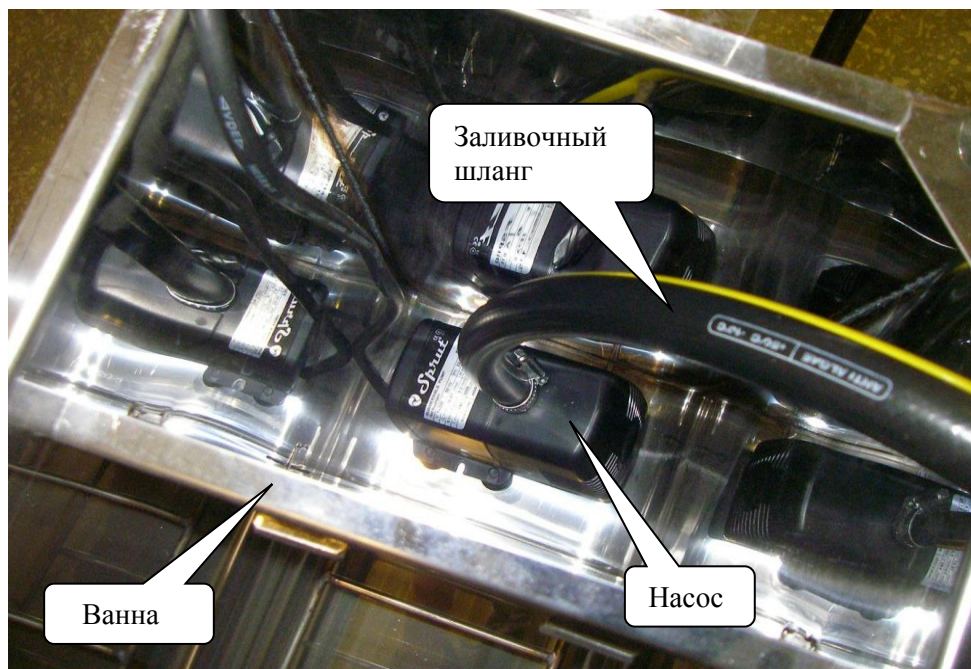

Рис. 7.2. Размещение насоса внутри ванны.
7.3.3 Насос установить в ванну и подключить к нему шланг с заливочным пистолетом. Заливочный пистолет разместить на подставке. Провод насоса со штепсельной вилкой включить в розетку «НАСОС», расположенную на подставке. (рис.7.2 ,7.3 )